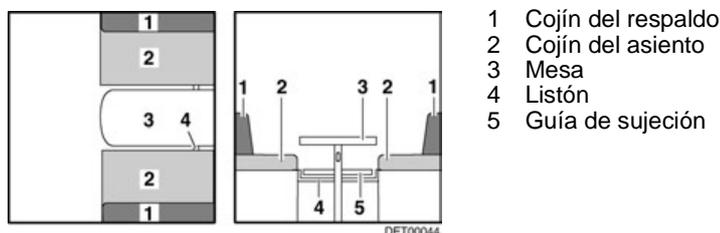

Fig. 108 Antes de la transformación
- Transformar la mesa (Fig. 108,3) en base de cama (véase apartado 7.7).
- Según el modelo, meter el listón (Fig. 108,4) o tirarlo hacia dentro. El listón tiene la posición correcta cuando soporta el tablero de mesa aprox. 15 - 20 cm detrás de la pata de mesa.